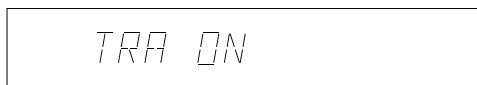

Fig. 3
3. "TRA ON" appears on the FL display of the main unit and TRADE MODE is activated. (Fig. 3)
3. 本体FLディスプレイに“TRA ON”が表示され、トレードモードが起動します。(Fig. 3)